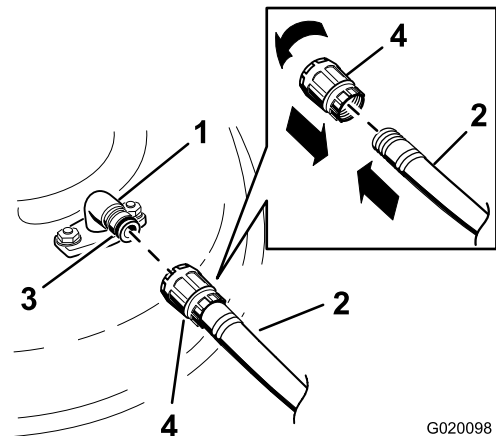

Figure 75
- Branchez le raccord du tuyau au raccord de lavage du plateau de coupe et ouvrez l'eau en grand (Figure 75).